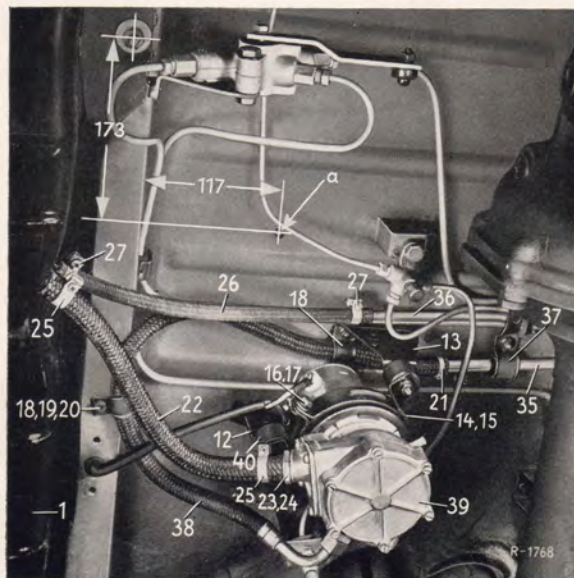

Bild 47-1/1
2. Kraftstoff-Rücklaufleitung (36) ca. 185 mm hinter der Rohrschelle (37) absägen, entgraten und von vorn durchblasen. Dann Rücklaufleitung etwas nach unten biegen (Bild 47-1/1).
3. Kraftstoffschlauch (38) – von der Kraftstoff-Förderpumpe (39) zur Vorlaufleitung (35) – auf die Vorlaufleitung aufschieben und mit
der Schlauchschelle (21) befestigen (Bild 47-1/1).
4. Unten am Kofferboden das Loch „a“ anreißen und mit 7 mm ϕ bohren (Bild 47-1/1). Anschließend beigefügte Bohrschablone auf den Kofferraumboden so auflegen, daß die beiden Löcher „a“ in der